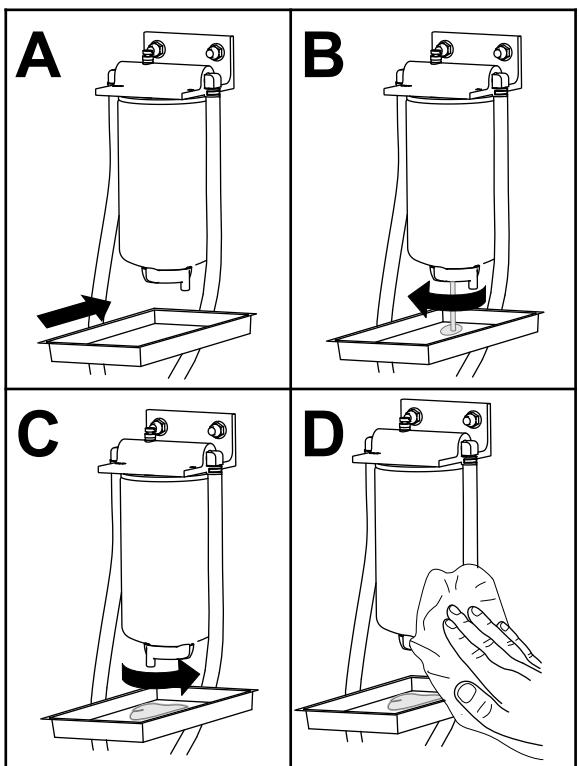

Figura 53
- Drene el agua del separador de agua/combustible tal y como se muestra en la Figura 53.